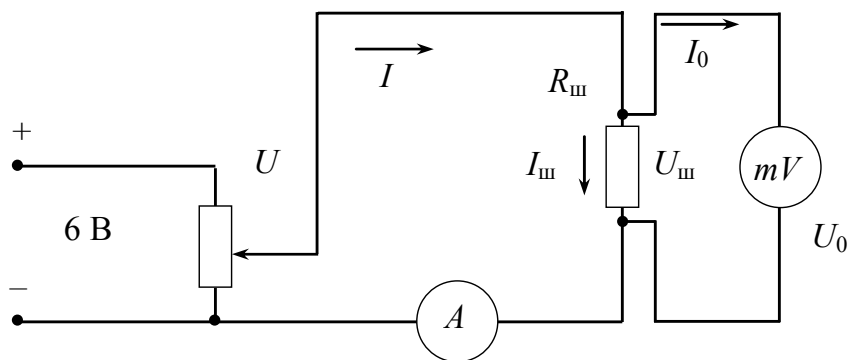

Рис. 45. Схема подключения магнитоэлектрического прибора с шунтом
Для измерения больших значений токов применяют шунты – специальные резисторы  $R_{ш}$ , включенные в цепь измеряемого тока параллельно с измерительным прибором (рис. 45).
2. Произведите увеличение предела измерения данного прибора в « $n$ » раз по току. Рассчитайте необходимое для этого значение сопротивления шунта  $R_{ш}$ . Соберите схему, изображенную на рис. 45. Установите реостатом необходимое значение тока по амперметру.